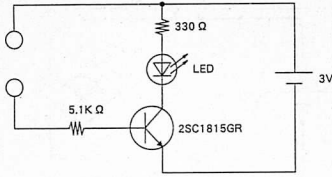

図 5
- ④STEP 3 : スイッチのかわりにコードの両端を手で持つとLEDが点灯する回路の製作(図5、6)